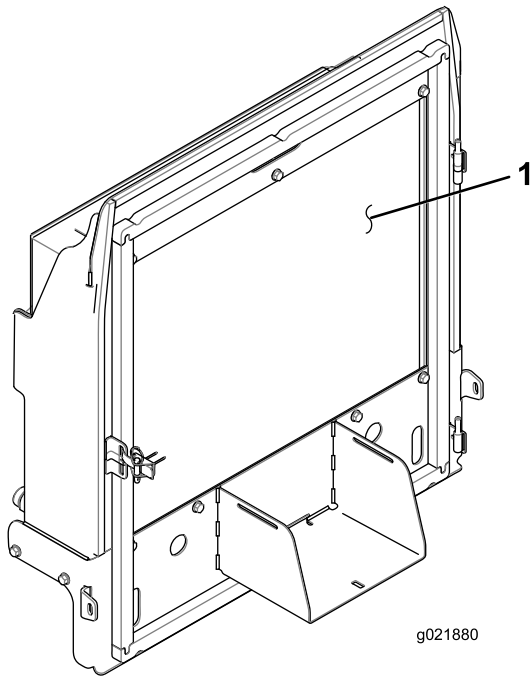

Figura 82
- Pulite accuratamente entrambi i lati del radiatore/refrigeratore dell'olio utilizzando aria compressa (Figura 82).